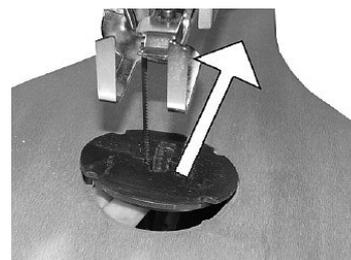

Abb. 10: Abdeckung öffnen
Schritt 1: Den Werkstückniederhalter (9) in die Bohrung am Ausleger (19) einsetzen und mit der Klemmschraube (11) befestigen.
Schritt 2: Den Sägeblattschutz (10) auf den Werkstückniederhalter (9) schieben.
Schritt 3: Schraube durch die Bohrung des Werkstückniederhalters (9) und des Sägeblattschutzes (10) führen und festschrauben.
Schritt 4: Mit der Klemmschraube (11) kann der Sägeblattschutz zusammen mit dem Werkstückniederhalter in verschiedenen Höhen fixiert werden.
Schritt 2: Die Tisch Abdeckung ( Abb. 10) entnehmen.
Schritt 2: Die Tisch Abdeckung (Abb. 10) entnehmen.